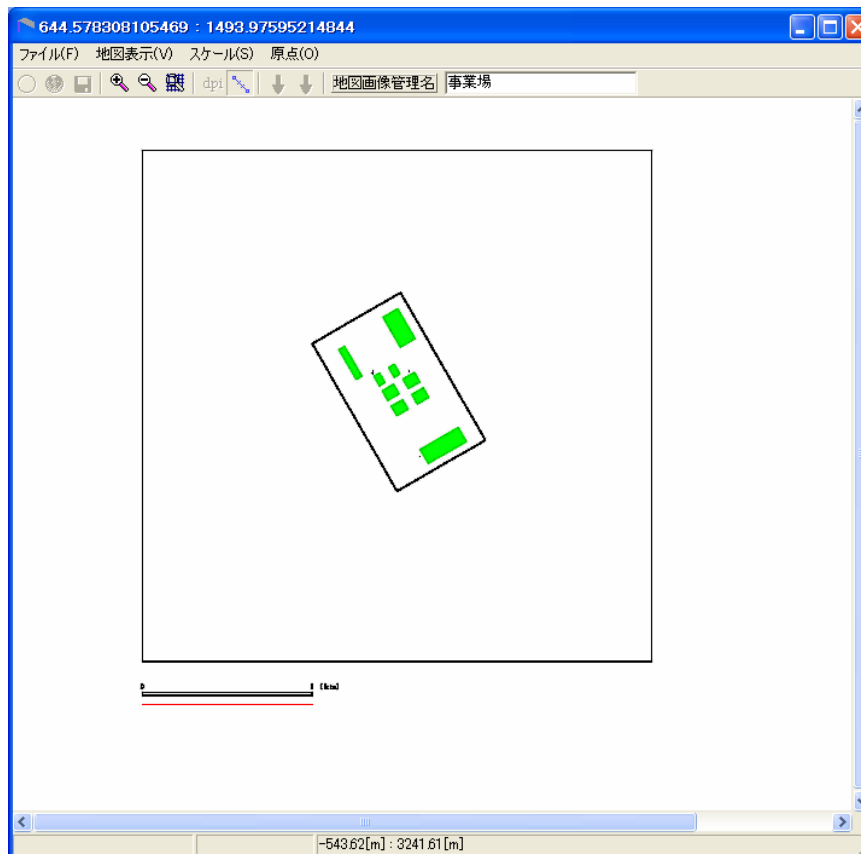

図 6.5-11 縮尺登録 画面
- 2) +を画面に表示されているスケールの左端に合わせて、スケールの右端までドラッグします(図 6.5-11)。